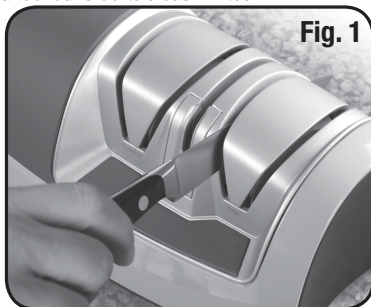

Fig. 1
4. Maintenez le couteau en toute sécurité par son manche, comme pour une utilisation normale, et positionnez le talon de la lame au-dessus du guide-lame choisi. Insérez la lame dans la partie supérieure du guide-lames et faites ensuite tourner le manche du couteau vers le bas (en relevant légèrement la pointe de la lame) jusqu'à ce que le talon de celle-ci repose sur la roue d'affûtage (figure 1). Aussitôt que le contact est réalisé et après avoir entendu le bruit caractéristique de l'aiguisage, tirez sur la lame à vitesse constante à travers le guide-lame en appliquant une légère pression vers le bas. Pour un aiguisage de toute la lame jusqu'à son extrémité, relevez légèrement le manche lorsque la partie incurvée de celle-ci traverse les guides-lames.